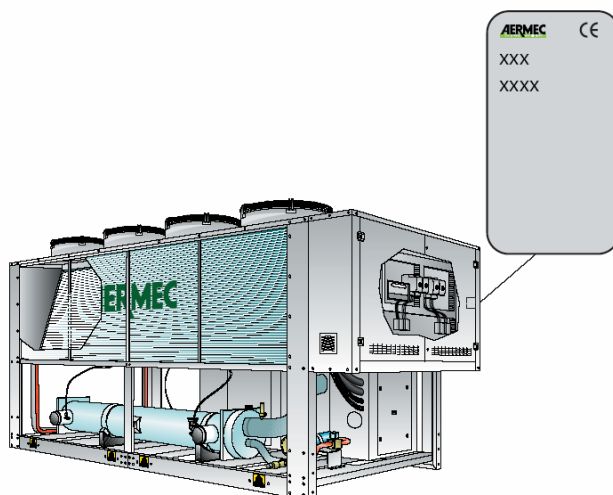

Рис. 01
- До проведения электромонтажных работ ознакомьтесь с электрическими характеристиками, указанными на идентификационной табличке холодильной машины (Рис. 01), а также в соответствующих разделах инструкций.